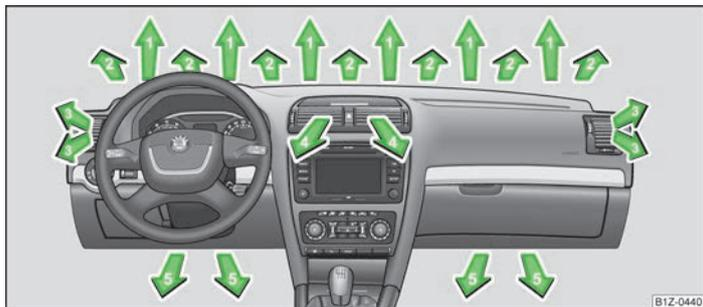
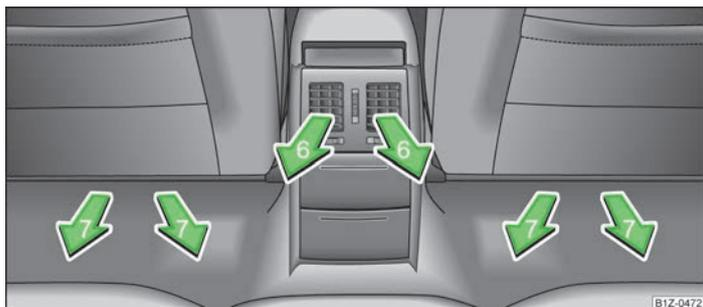

Fig. 86 Difusores de aire delanteros
Fig. 87 Difusores de salida aire traseros
➤ Girar la rueda vertical » fig. 86 (no a la posición final).
➤ Girar la rueda vertical » fig. 86 a la posición final.
- Para variar la altura de la corriente de aire, girar la rejilla por los difusores con la ruedecilla moleteada dispuesta verticalmente, hacia arriba o hacia abajo » fig. 86.
- Con el fin de dirigir la corriente de aire a los laterales, girar la ruedecilla moleteada dispuesta horizontalmente junto al difusor, hacia la derecha o hacia la izquierda. Las ruedas moleteadas se encuentran en los difusores de salida de aire 3, 4 » fig. 86 y 6 » fig. 87.
Los difusores de aire 3, 4 » fig. 86 y 6 » fig. 87 se pueden cerrar y abrir por separado.
Los difusores 6 » fig. 87 los tienen sólo los vehículos con consola central alta.
Los difusores de aire 2 » fig. 86 en los servicios de ventilación y refrigeración proporcionan una confortable ventilación (exenta de corriente) del habitáculo del vehículo, aunque estén cerrados los difusores 4 » fig. 86.
- Difusores de aire **3** » fig. 86 de la página 82.
- Recomendamos dejar los difusores de salida de aire en posición abierta **4** » fig. 86 de la página 82.